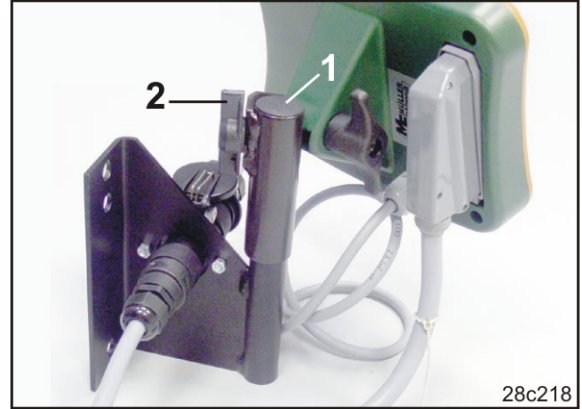

Fig. 12
1. Karşı parçayı (Fig. 12/1) konsola geçirin ve kelebek vidayı (Fig. 12/2) sıkınız.